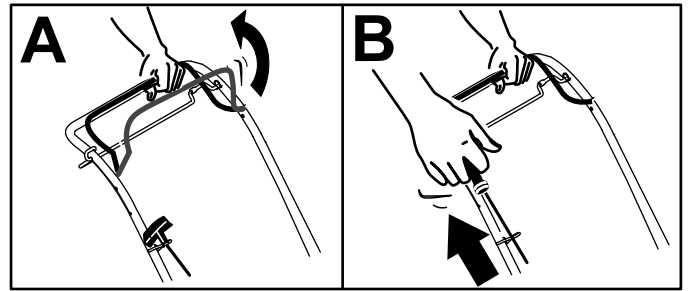

Bild 12
1. Drücken Sie den Schaltbügel gegen den Holm (A in Bild 12).
2. Ziehen Sie am Rücklaufstartergriff (B in Bild 12).